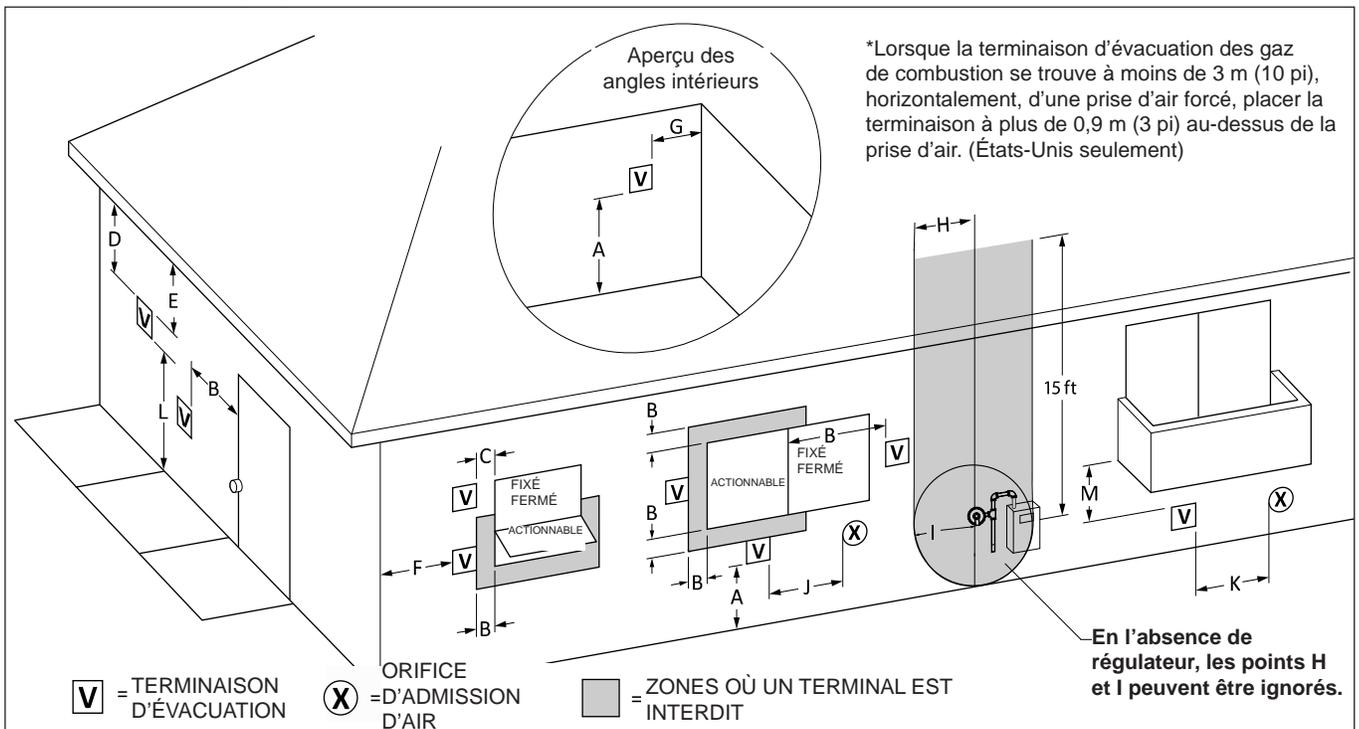

Figure 1. Air de combustion et évacuation des gaz de combustion par un mur
1. La Figure 1 illustre les exigences en termes de dégagements des terminaisons d'évacuation des gaz de combustion pour les États-Unis et le Canada.